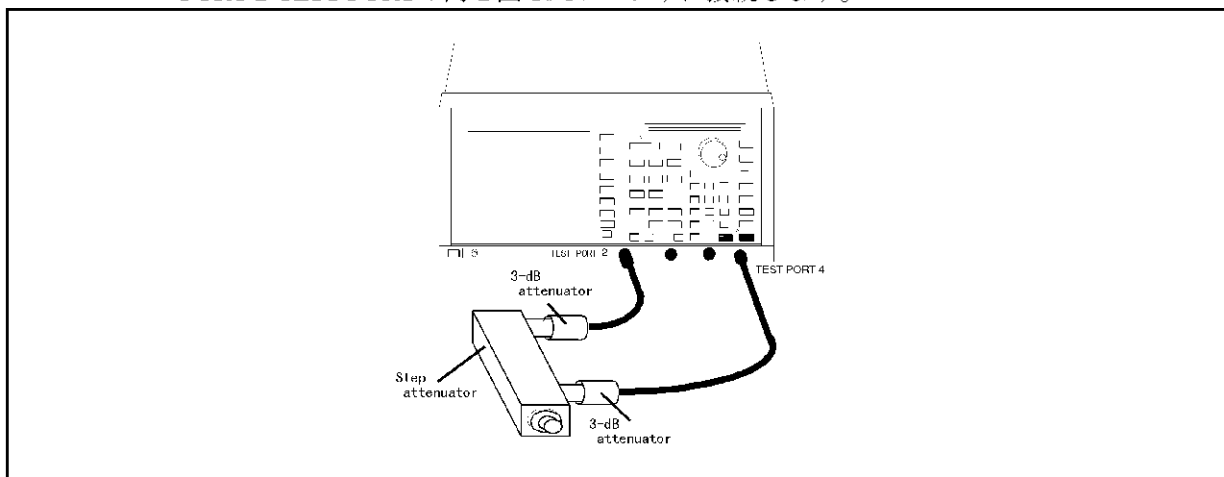

図 10-37 TEST PORT 4 のダイナミック・レベル確度測定接続
- (1) 2個の 3dB 固定アッテネータ、ステップ・アッテネータを RF ケーブルを使用して、TEST PORT 2-TEST PORT 4 間を図 10-37 のように接続します。